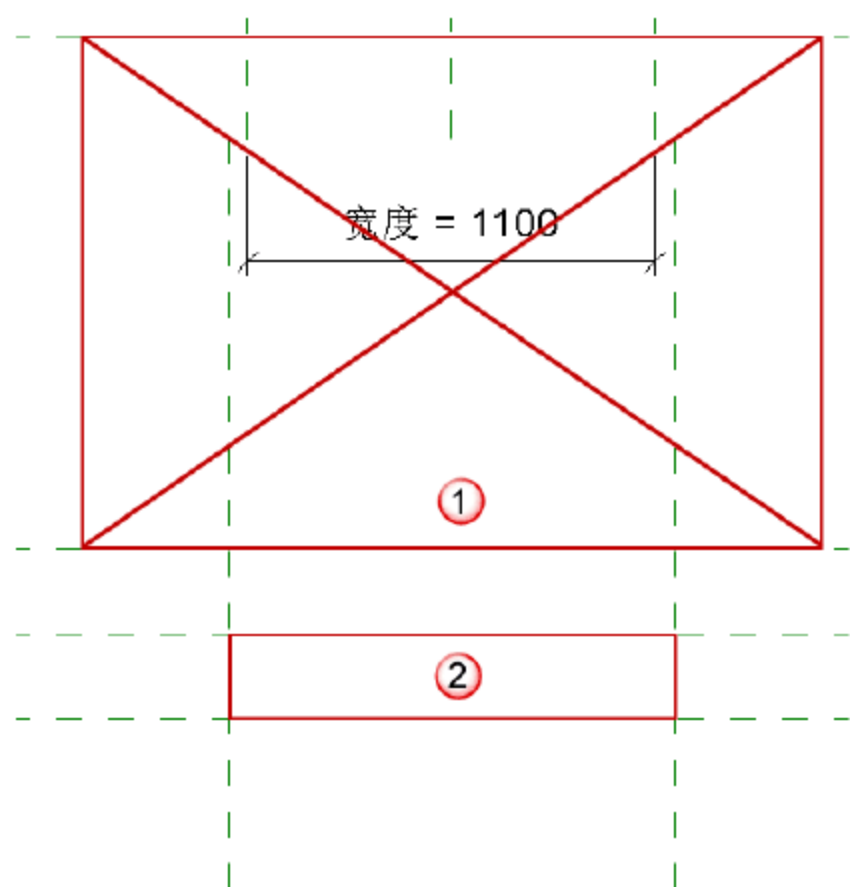

图 8.4.37 绘制电梯平面图
(12) 绘制电梯轿厢及平衡块平面图。选择“注释”→“符号线”命令，分别选择绘制方式和子类型为“直线”和“门投影”。首先绘制出平衡块平面图即图 8.4.37 中的②。再绘制电梯轿厢即①。接着绘制出图中的两条交叉线，完成电梯轿厢及平衡块平面图的绘制。